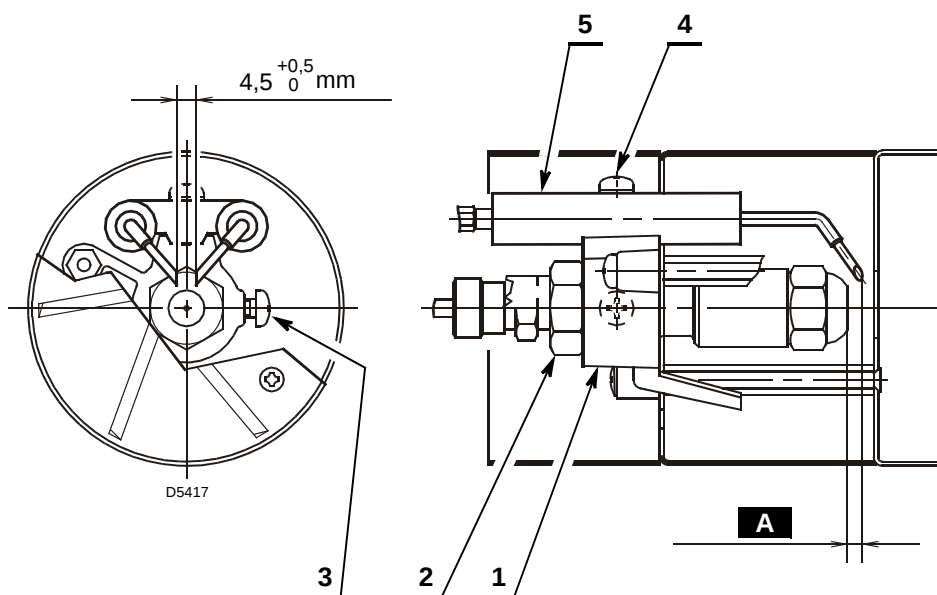

Fig. 22
- appuyer le support de l'accroche flamme 1) (Fig. 22) sur le porte gicleur 2) et bloquer avec la vis 3);